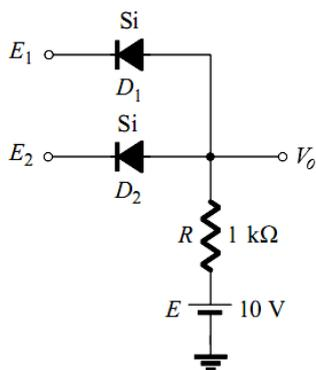

Figura 7.
12. Para a porta lógica com diodos da Figura 7, testar o mesmo, com E_1 e E_2 assumindo 0 V e 10 V (montar uma tabela com as combinações possíveis).